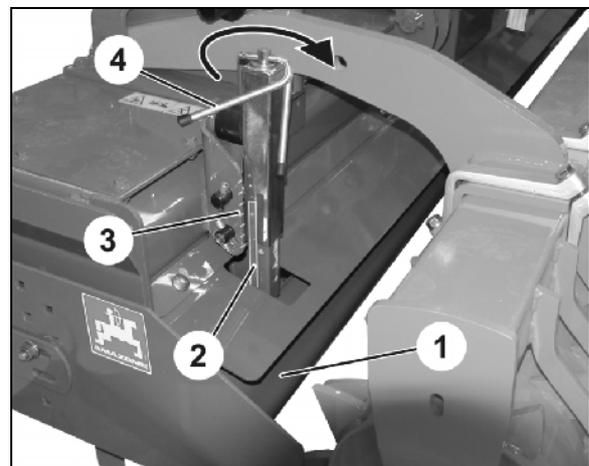

Fig. 26
Stellen Sie die Planierschiene (Fig. 26/1) so ein, dass auflaufende Erdwälle die Planierschiene bis zur Hälfte bedecken.
An beiden Seiten der Planierschiene auf gleiche Höheneinstellung achten! Zur Orientierung dient die Stellung des Zeigers (Fig. 26/2) an den Kerben (Fig. 26/3).
1. Die Kurbel hochklappen (Fig. 26/4) und durch drehen der Kurbel die gewünschte Höhe der Planierschiene einstellen.